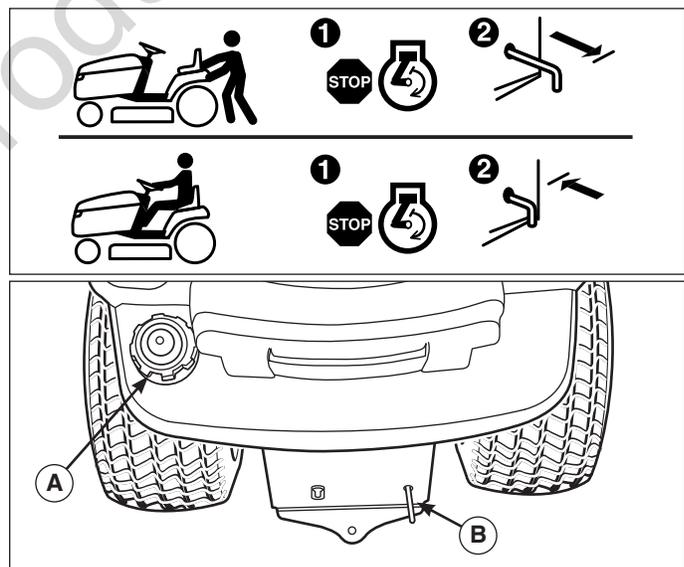

Figure 3. Levier de débrayage de la transmission et réservoir d'essence
1. Ouvrir le bouchon du réservoir (A, Figure 3).
2. Tirer le levier de débrayage de la transmission en arrière d'environ 6,4 cm pour le verrouiller en position débrayée (Figure 3).